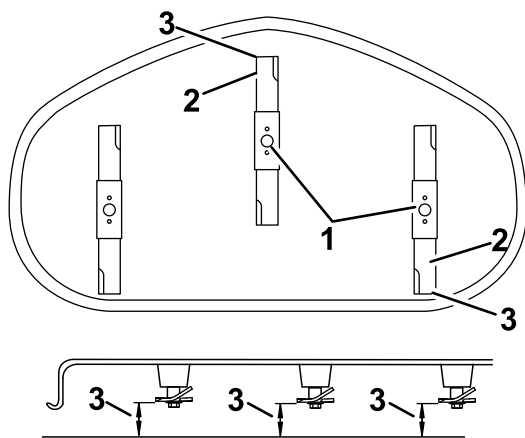

Figure 67
5. Mesurez la distance entre la pointe de la lame avant et la pointe de la lame arrière par rapport à la surface plane (Figure 66 ou Figure 67).